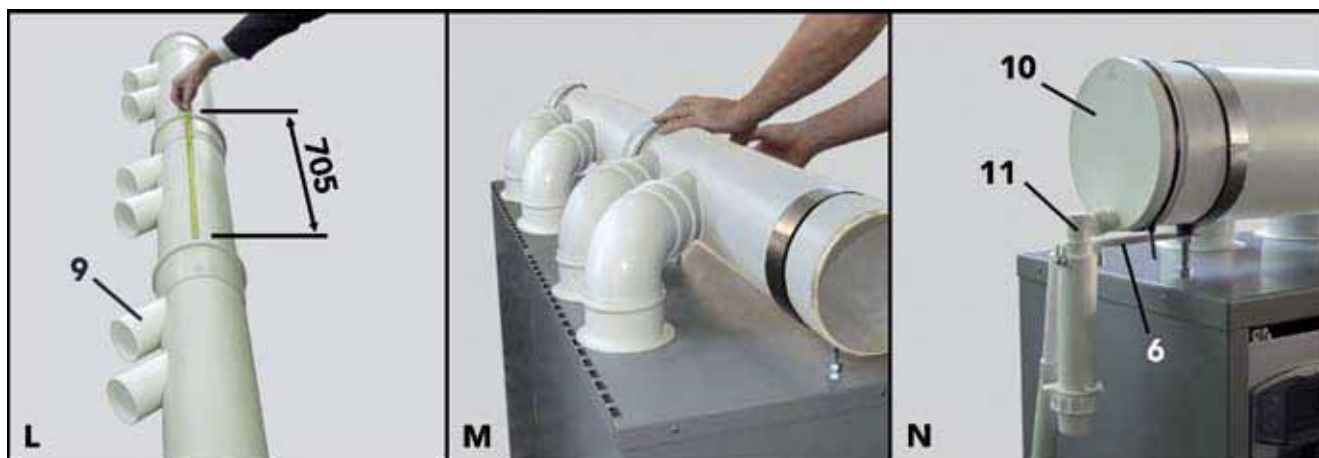

Рис. 30
- L Соединить отрезки дымохода (данную операцию выполнять на полу), обращая внимание на правильность расположения различных патрубков «9» при обязательном соблюдении размера 705 мм (см. дет. «L», рис. 30).
- M Расположить соединенные между собой коллекторы на крепежные фланцы, затем поочередно вставить все отводы в предварительно смонтированные патрубки диам. 100. Проверить, обеспечен ли требуемый уклон коллектора (см. рис 26), надежность соединений патрубков, отводов и клапанов; удостовериться в том, что уплотнения не вышли из соответствующих пазов (см. дет. «M» рис. 30). Прижать наружные уплотнения к верхней части модуля. Зафиксировать крепежом фланцы.